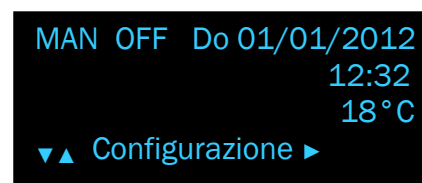

FIG. 4-5
- scorrere il menù con il tasto  fino a trovare la sezione "configurazione" (fig. 4-5);